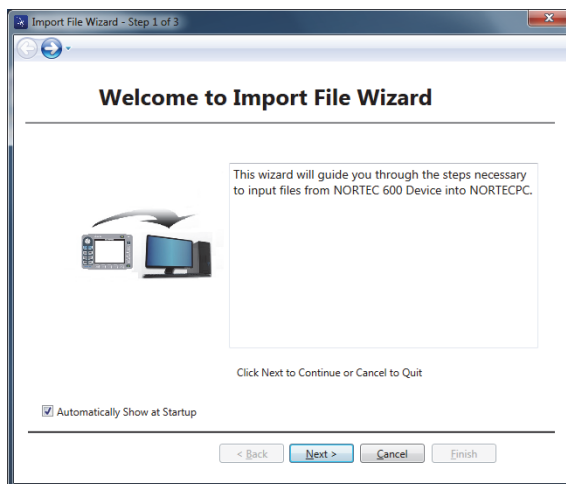

図 6-1 ファイルのインポートウィザードダイアログボックス
1. **次へ**をクリックして、ウィザードのファイルのインポート操作を開始します (306 ページの図 6-1 を参照)。